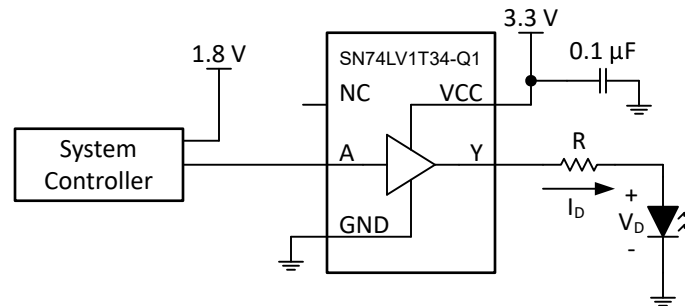

图 8-1. 典型应用框图
图 8-1 展示了如何在此应用中使用 SN74LV1T34-Q1 将 1.8V 信号升压转换为 3.3V 以驱动 LED。SN74LV1T34-Q1 不会限制输出电流，因此可以使用添加的输出电阻器来提供适当的电流限制。电阻值 (R) 应使用以下公式由 LED 的正向电压 (V_D) 和通过 LED 的所需正向电流 (I_D) 确定： $R = (V_{CC} - V_D)/I_D$ 。